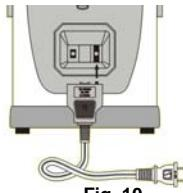

Fig. 10
1. Desenchufe el cable de alimentación del tomacorriente. (Fig. 10)